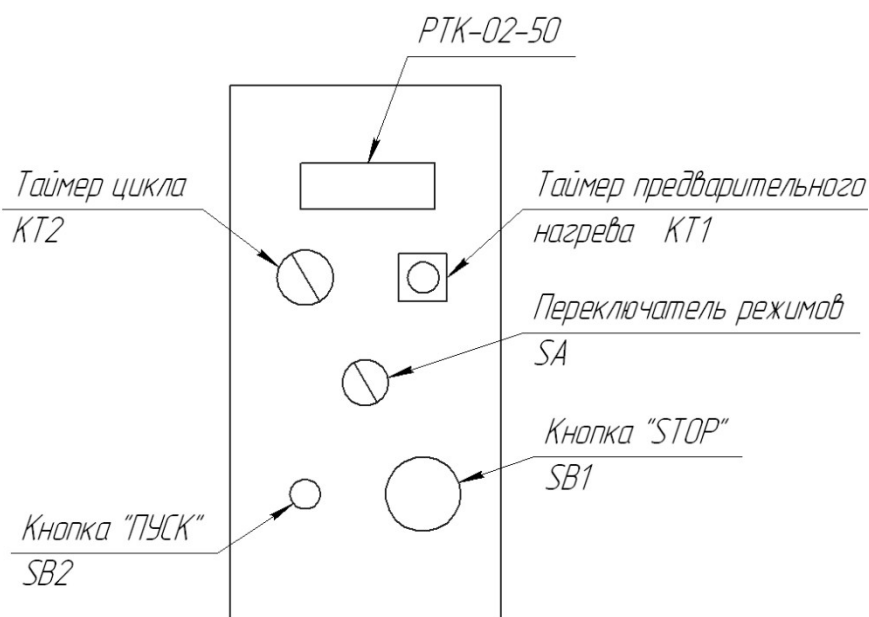

Рисунок 5 – элементы управления и индикации шкафа управления
7.2. Убедитесь, что кнопка «STOP» (рис. 5) находится в разблокированном состоянии. Для этого поверните кнопку по часовой стрелке.
- 7.11.2. Переключатель режимов SA (рис. 5) поверните вправо (по часовой стрелке).